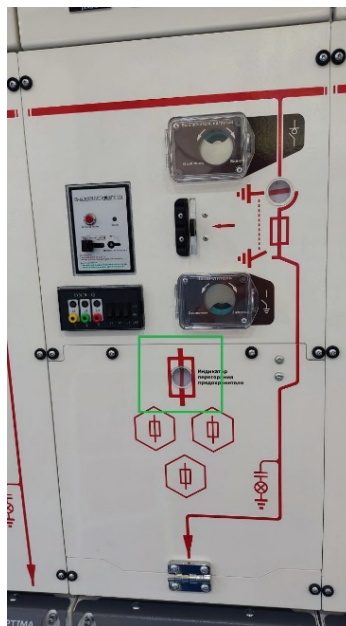

Рисунок 4 – Индикация срабатывания предохранителя
5.4.1 Красный индикатор указывает на срабатывание предохранителя, смотреть рисунок 4.